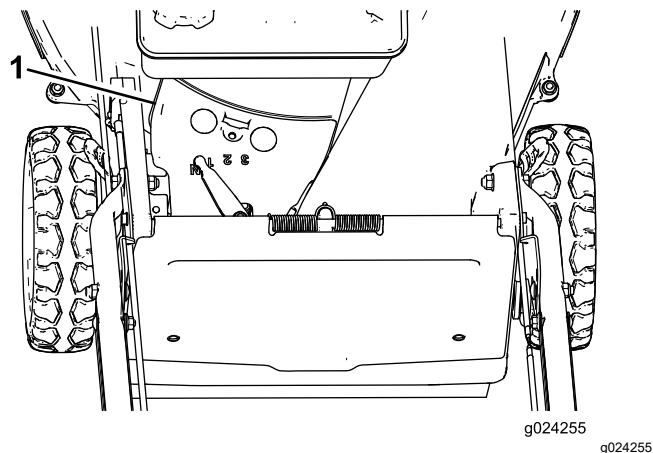

Figura 31
3. Retire a cobertura (Figura 31) da estrutura.